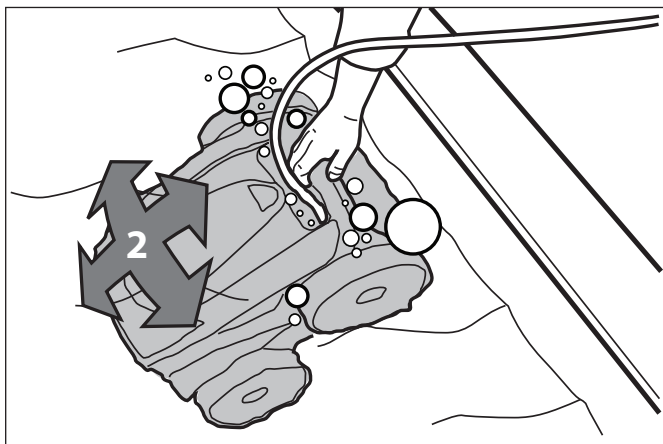

Figura 14. Sumerja el limpiador hasta el fondo de la piscina
2. Asegúrese de que la unidad se hunda hasta el fondo de la piscina y no flote (Figura 14).